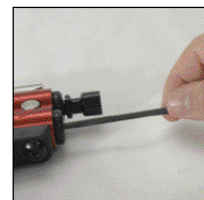
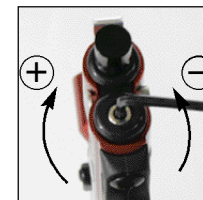

Figure 6. Réglage de la vitesse avec une clef Allen de 3/16 po.
Figure 7. Pour augmenter la vitesse, tourner dans le sens des aiguilles d'une montre. Pour la réduire, tourner dans le sens inverse.
2. Ajustez la vitesse en tournant la cheville de réglage à l'aide d'une clef Allen de 3/16 po. Figure 6. Tournez dans le sens des aiguilles d'une montre pour augmenter la vitesse ou dans le sens contraire pour la réduire. Figure 7. L'ajustement de la cheville modifie la tension exercée sur le ressort du chien. Ce ressort peut également être changé pour modifier davantage la vitesse; insérez un ressort plus tendu pour augmenter la vitesse et un ressort moins tendu pour la réduire (un ressort rouge, bleu ou blanc selon le degré voulu, ici présentés en ordre croissant de tension). La page suivante contient plus de détails sur les ressorts.